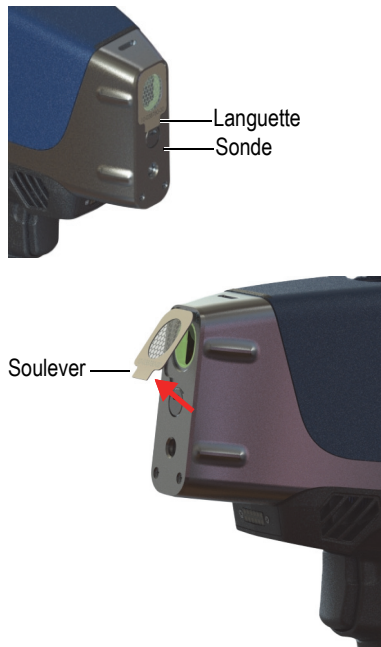

Figure 4-1 Retrait de la fenêtre de mesure de l'analyseur Vanta
- ◆ Saisissez la fenêtre située dans le bas de la fenêtre, puis tirez dessus jusqu'à ce que la fenêtre se détache complètement de la sonde (voir Figure 4-1 à la page 95).